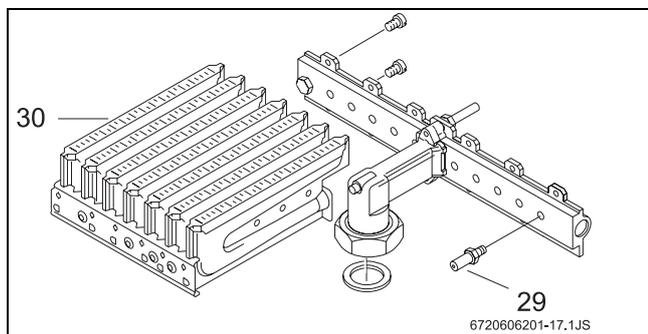

Fig. 20
- ▶ Smontare entrambe le rampe degli ugelli (→Fig. 20, pos. 30) e sostituire gli ugelli (→Fig. 20, pos. 29).